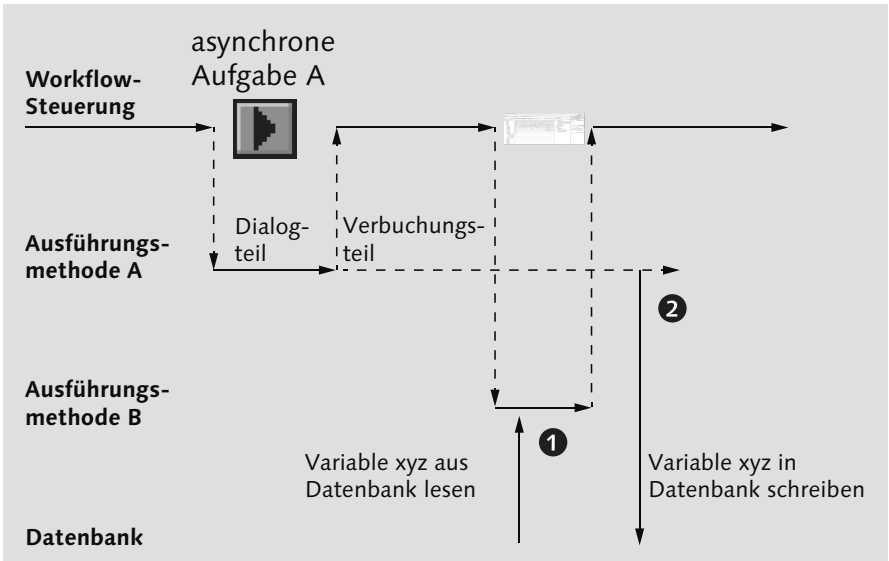

Abbildung 10.1 Unterschiedliche Verarbeitungsgeschwindigkeit bei der Verbuchung
Letzteres ist häufig der Fall, wenn bei der Workflow-Modellierung nicht sorgfältig genug vorgegangen wurde und die Verbuchung und das Workflow-System mit unterschiedlicher Geschwindigkeit arbeiten (siehe Abbildung 10.1). Der Lesevorgang (1) wird vor dem Schreibvorgang (2) ausgeführt.